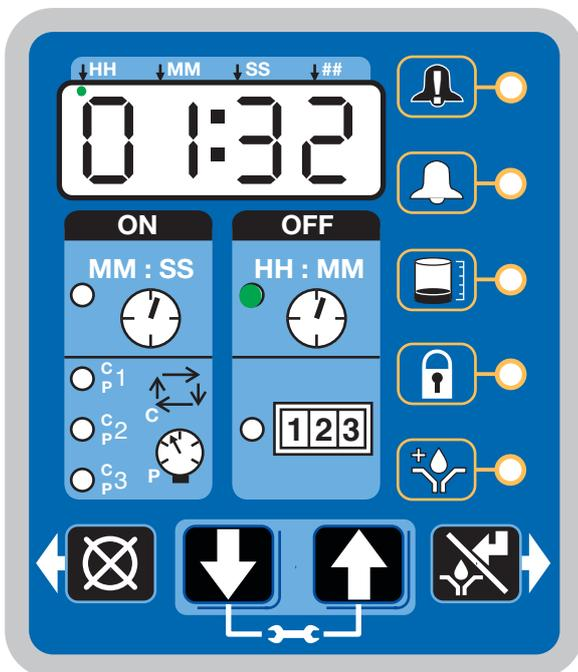

FIG. 47
Une fois la configuration terminée, la G3 commence automatiquement à exécuter la séquence de temps d'ARRÊT (FIG. 47).
- L'exemple illustré à la FIG. 47 montre un temps d'ARRÊT de 1 heure et 32 minutes avant le début du cycle de lubrification.
- Lorsque le compte à rebours du temps de MARCHE arrive à zéro, la pompe s'éteint à nouveau, le système fonctionne à nouveau en cycle de temps d'ARRÊT et la DEL de temps d'ARRÊT s'allume à nouveau (FIG. 47).